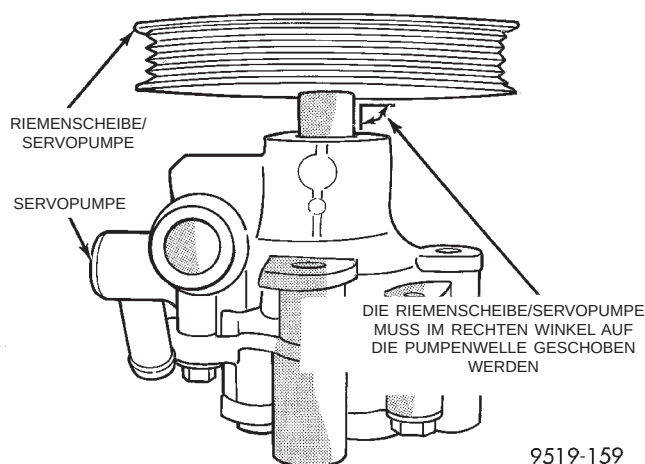

**Abb. 58 Riemenscheibe auf Pumpenwelle positioniert**
(2) Riemenscheibe auf das Ende der Pumpenwelle montieren, ohne sie zu verkanten (Abb. 58).